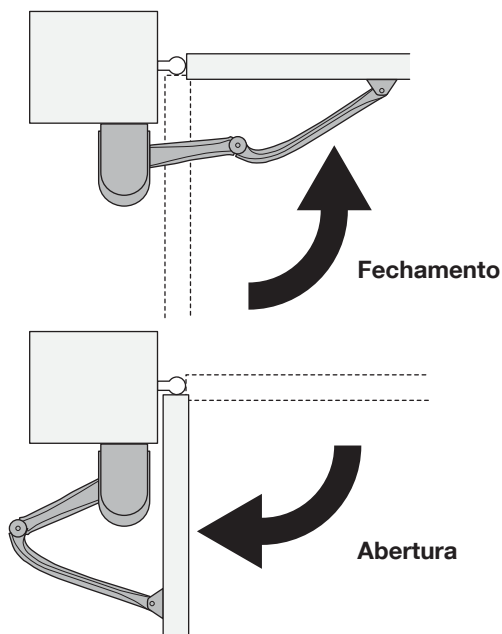

Fig.17
06. Verificar manualmente que abrindo e fechando a folha do portão esta pare nos pontos desejados **fig. 17**;